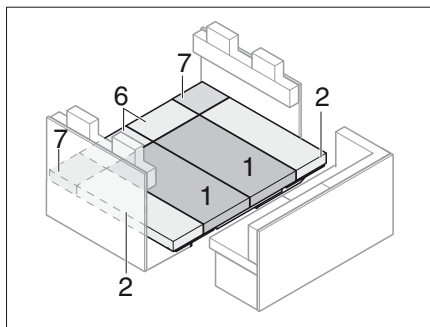
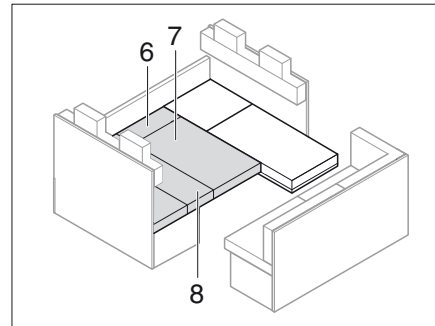

Bild 201 Efter ombyggnaden
Bild 205 Efter ombyggnaden
- Lägg på sits-, ryggstöds- och extradynorna som visas på Bild 201.
- Lägg sits-, ryggstöds- och extradynorna på det sätt som visas på Bild 201 till Bild 205.